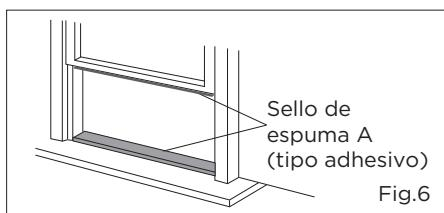

Fig.6
- Cortar los sellos de espuma (tipo adhesivo) a las longitudes adecuadas e instalarlos en la ventana y en el caballete (Fig.6).